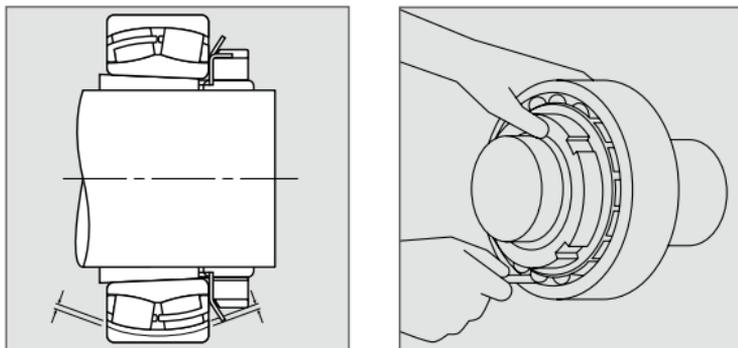

Abb. 2:
6. Ziehen Sie die Mutter weiter an, bis die Lagerluft um den in der Tabelle (S. 54/55) gezeigten Betrag reduziert ist. Nachdem das Lager auf der Welle montiert ist, soll das Lagerspiel unter den Wälzkörpern auf der Unterseite des Lagers geprüft werden (Abb. 2).